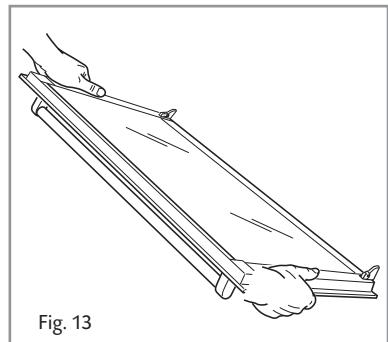

Fig. 13
1. Hold the door firmly (fig. 13).